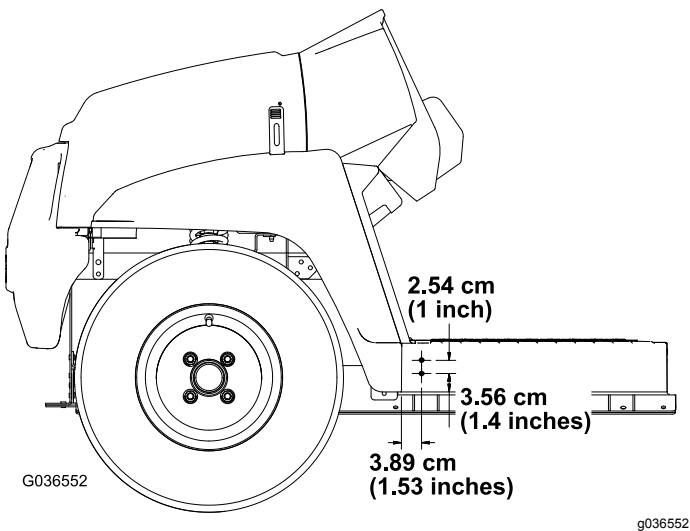

Bild 3
2. Verwenden Sie die in Bild 3 abgebildeten Abmessungen und bohren Sie zwei 5/16" große Löcher in die Außenseite der Bodenplatte an der linken und rechten Seite der Maschine.